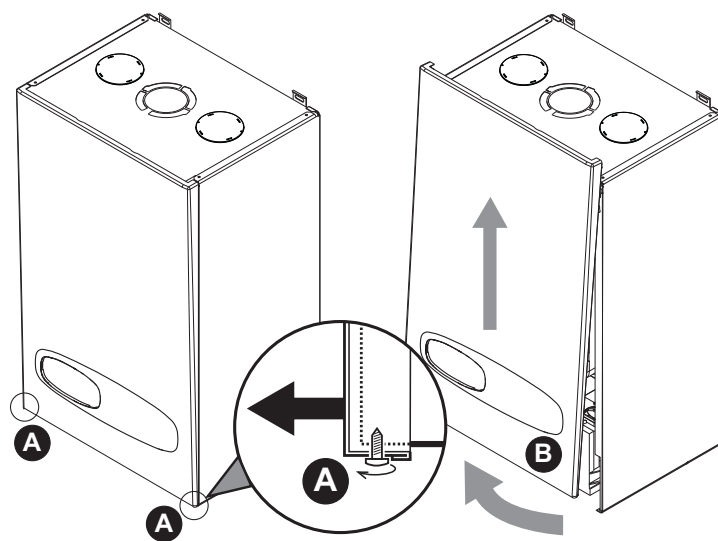

рис. 24 - Открытие передней панели
1. Частично открутите винты **A** (см. рис. 24).